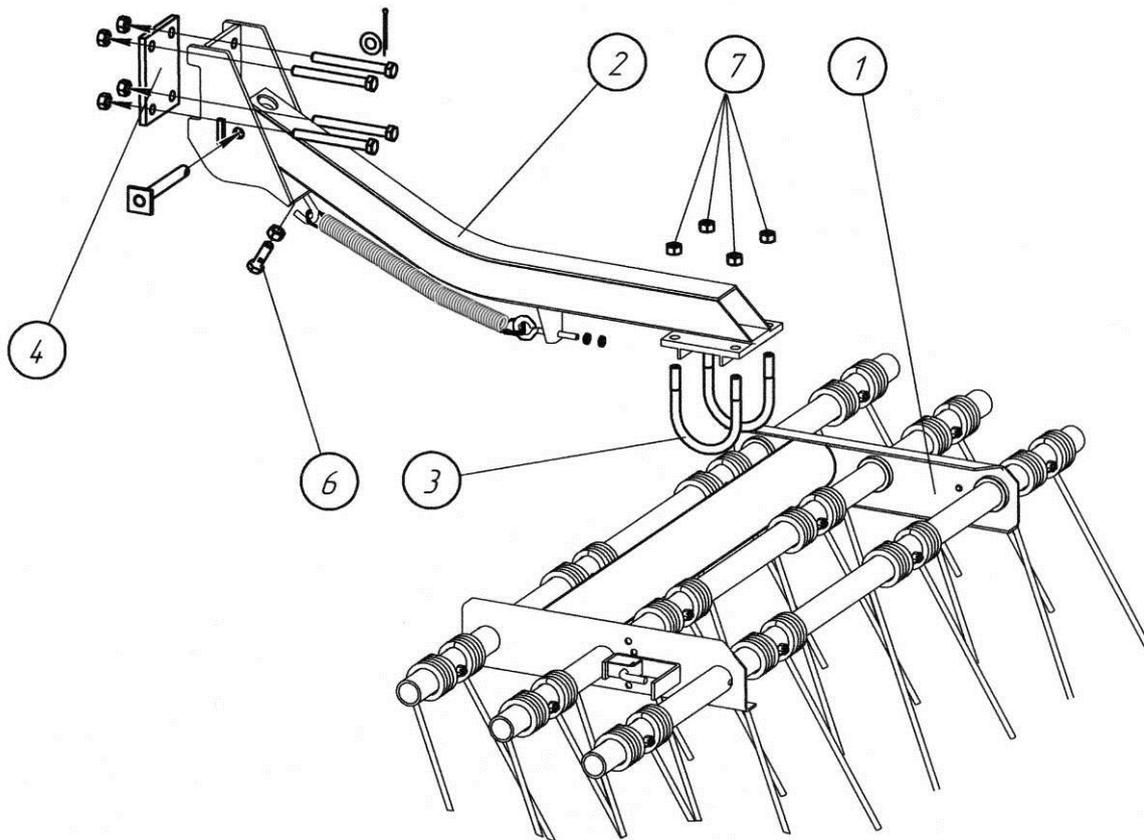
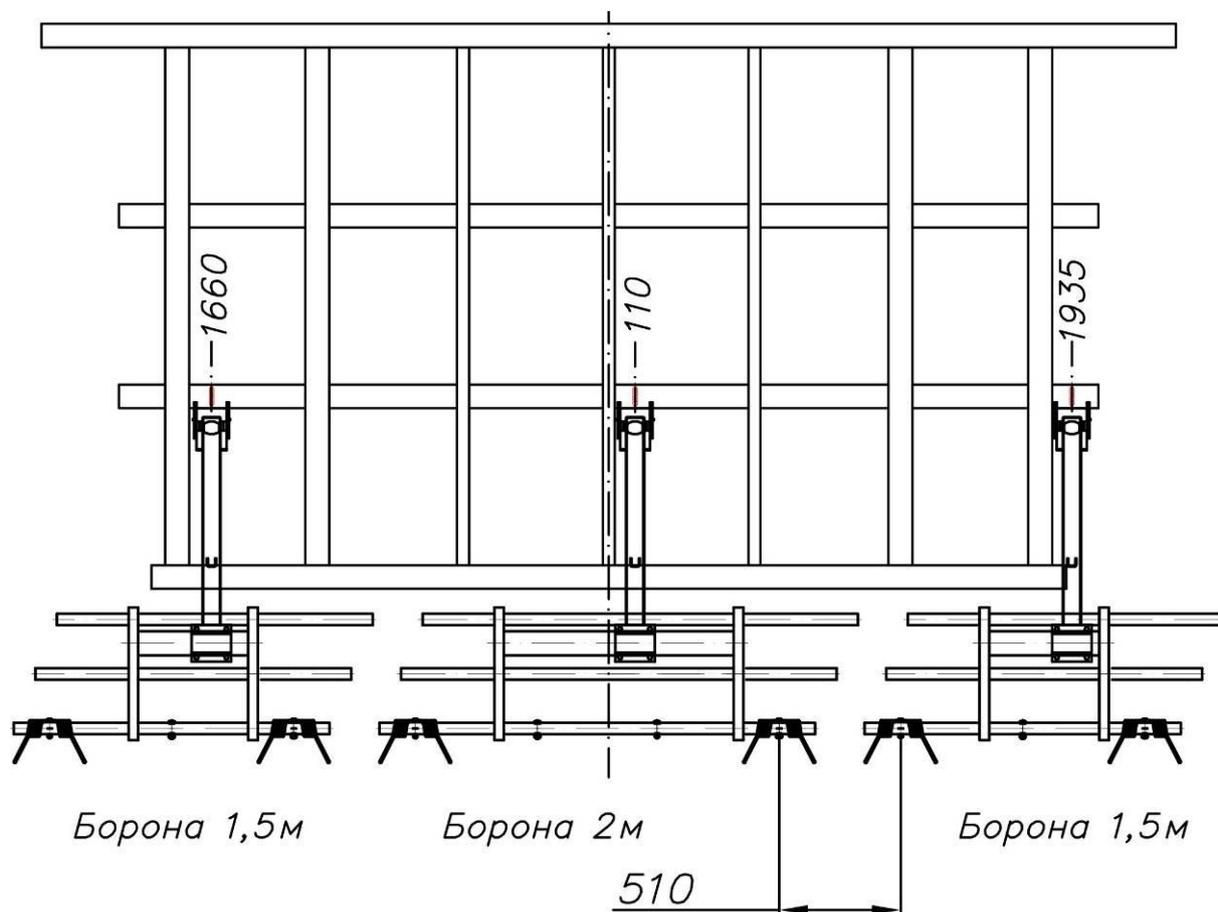

Рис. 4.6.1. Крепление секции трехрядной бороны
Рис. 4.6.2. Схема крепления борон на раме ПК-4,8Б (расстояния указаны в мм от центральной линии рамы до центров кронштейнов бороны).
4.6.1. Закрепите секцию трехрядной бороны 1 на кронштейне 2 стремянками 3 и гайками 7 M16 (см. рис. 4.6.1).
Расположение коротких и длинных борон показано на рис. 4.6.2.
4.6.3. Для обеспечения одинакового расстояния между зубьями соседних секций необходимо выдержать размер 510 мм между болтами соседних секций (рис. 4.6.2). С помощью регулировочного болта 6 установите все бороны на одном уровне от земли. Поверните бороны в стремянках 3 так, чтобы передняя часть бороны была на 25 мм выше задней. Это обеспечит лучшее качество боронования и равномерный износ зубьев. Окончательно затяните гайки 7 (рис. 4.6.1).